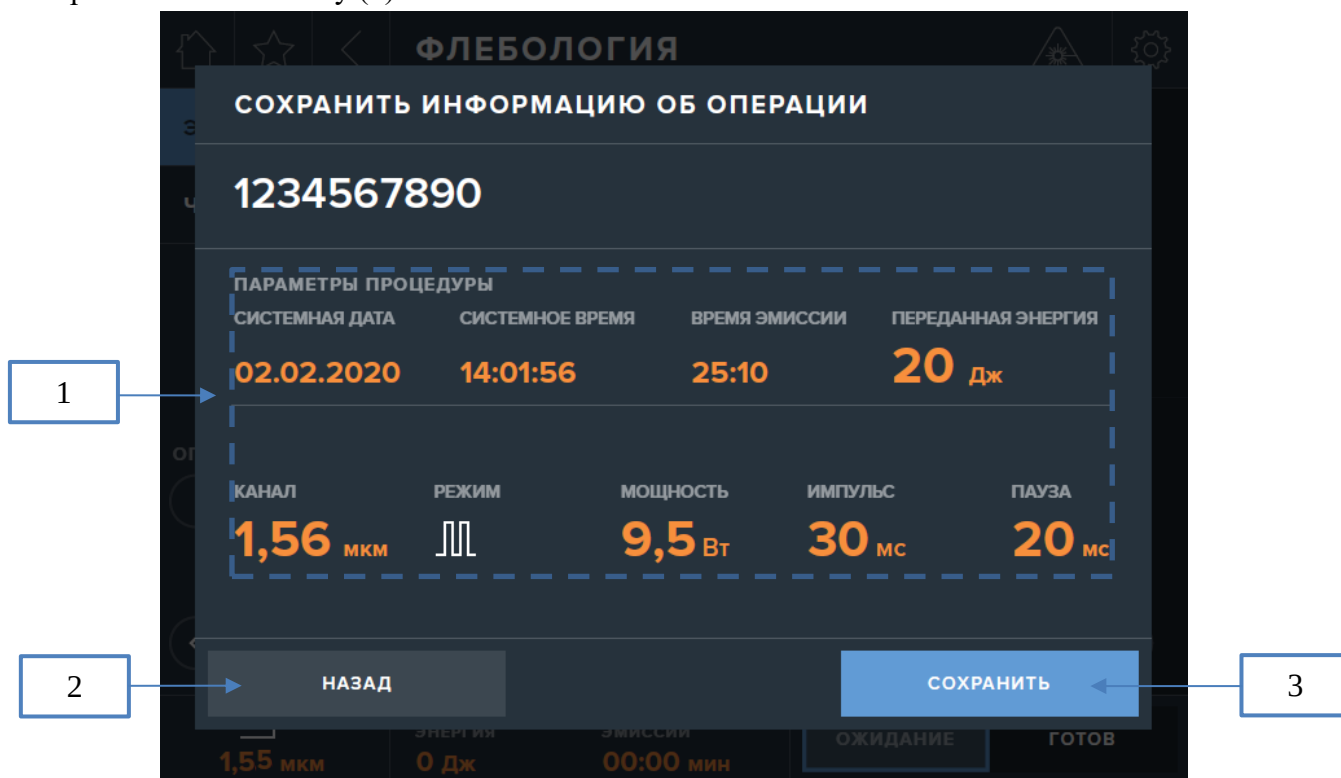

Рис. 36. Экран сохранения информации об операции
Для перехода на следующий экран сохранения информации об операции (рис. 36) необходимо нажать кнопку (5).
На экране рис. 36 показаны основные параметры сохраняемой процедуры (1). Для сохранения информации об операции нажмите кнопку (3). Для возврата на предыдущий экран нажмите кнопку (2).
В появившемся окне (рис. 36) измените значения даты и времени шаговыми стрелками (1). Для сохранения новых данных необходимо нажать кнопку (3). Для отмены изменения даты и времени нажмите кнопку (2).